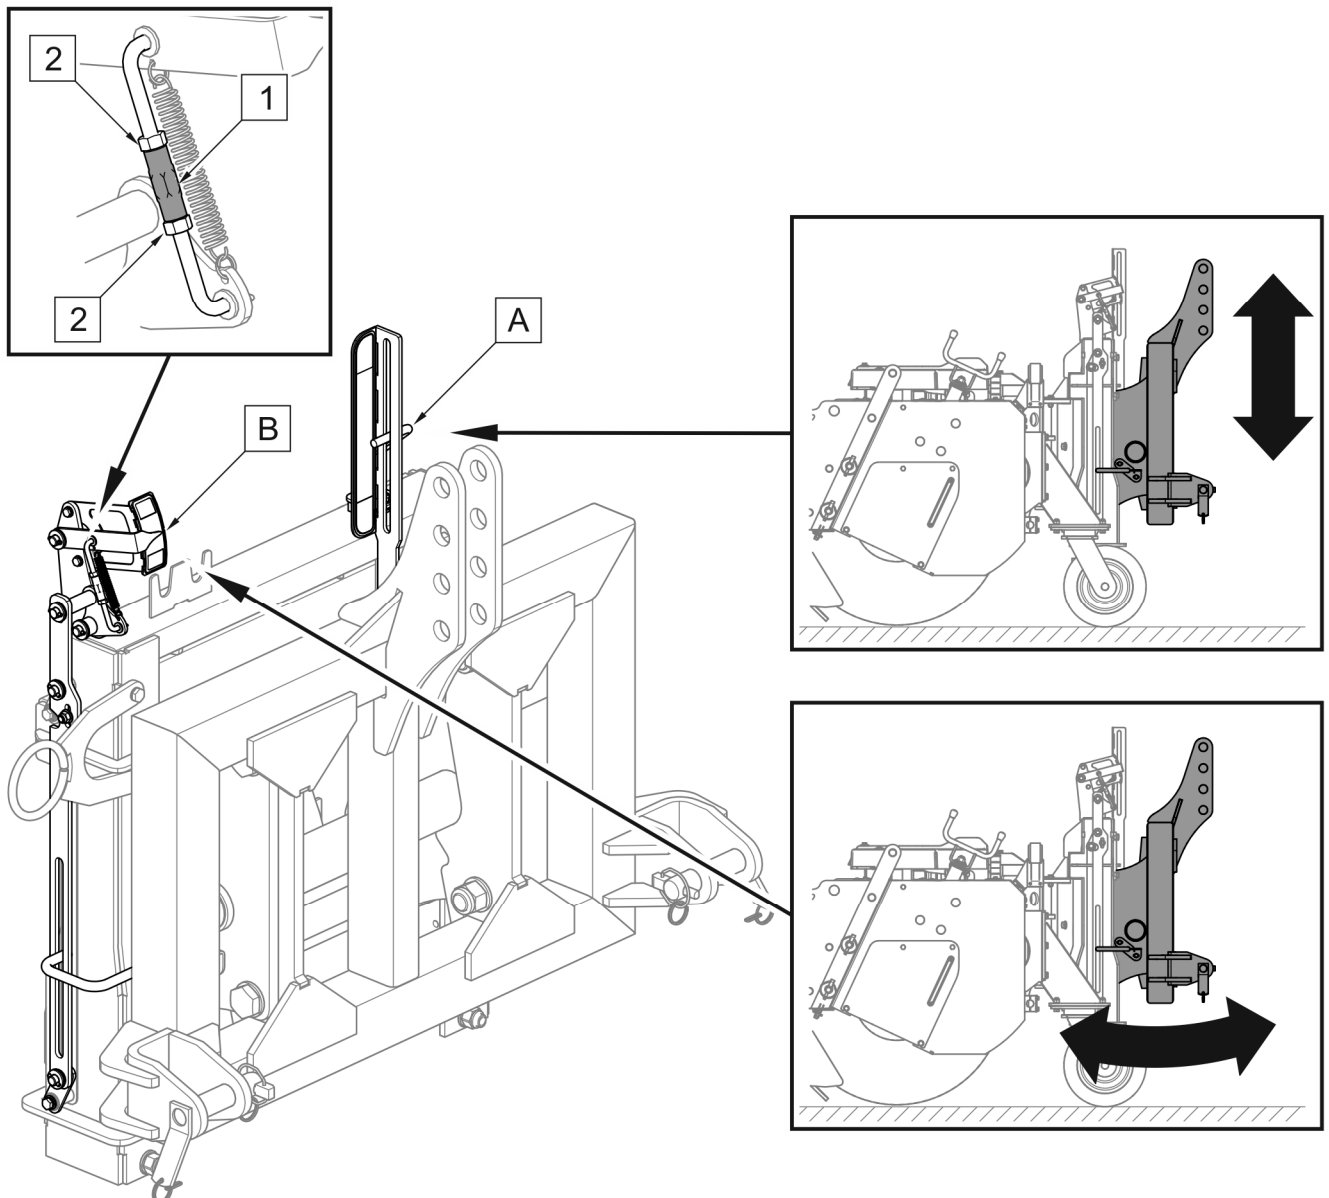

ABBILDUNG 4.6 Höhen- und Neigungsanzeige
Die Aufhängung ist so konstruiert, dass sich die Kehrmaschine während des Betriebs dem Gelände anpasst. Um dies zu ermöglichen, muss die Aufhängung des Trägerfahrzeugs in Bezug auf die Position der Maschine richtig eingestellt werden (ABBILDUNG 4.6). Die Aufhängung der Kehrmaschine sollte sich in Bezug auf die Kehrmaschine nach oben und unten sowie nach rechts und links bewegen können und vertikal so eingestellt sein, dass es möglich ist, die Maschine nach vorne und nach hinten zu kippen. Um dies zu ermöglichen, sind für die Aufhängung eine Höhenanzeige (A) und eine Neigungsanzeige (B) vorgesehen. Der Neigungsanzeige (B) sollte die Mitte des Bereichs anzeigen (grüne Farbe), wenn sich die Aufhängung in der oberen Position befindet. Wenn dies nicht der Fall ist, die Kontermuttern (2) lösen und die Anzeige (B) mit der Stellmutter (1) einstellen.
Während die Maschine in Betrieb ist, sollten sich beide Anzeigen (ABBILDUNG 4.6) im grünen Bereich befinden. Die rote Farbe in der Anzeige bezeichnet das Ende des Bereichs der Geländeanpassung. Um die Position der Höhenanzeige (A) zu ändern, heben oder senken Sie die Trägeraufhängung leicht an bzw. ab. Um die Position der Anzeige (B) zu ändern, kippen Sie die Aufhängung nach vorne oder hinten. Bei einem Schlepper geschieht dies durch Verstellen der Länge des Oberlenkers der Dreipunktaufhängung und bei Trägerfahrzeugen mit Ausleger (z. B. Lader) durch Kippen des Rahmens für die Befestigung von Werkzeug.
- Die Sperren aus ihrer Halterung (A) nehmen. Die Befestigungsschrauben und Unterlegscheiben für die weitere Montage aufheben.
- Die Aufhängung so weit anheben, dass sich die Höhenanzeige (ABBILDUNG 4.6) am unteren Ende des Bereichs befindet, und gegen unbeabsichtigtes Absenken sichern (z. B. mit geeigneten, stabilen Stützen).
- Die Sperren (B) an der rechten und linken Führung auf der Seite der Kehrmaschine anbringen.